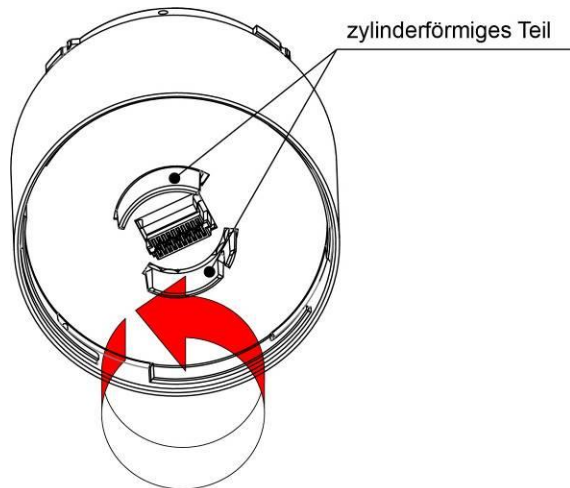

Abbildung 2
- ◇ Entfernen Sie die LED-Einheiten in der beschriebenen Reihenfolge von ① bis ④.
- ◇ Wenn eine LED-Einheit nicht ordnungsgemäß an das Produkt angebracht werden kann, überprüfen Sie, ob die Lasche des zylinderförmigen Teils an der Oberseite der LED-Einheit korrekt in der Nut sitzt. Befindet sich die Lasche außerhalb der Nut wie in Abbildung 1, informieren Sie sich in Abbildung 2, wie Sie die Einheit neu positionieren können. Zusätzlich kann die Lasche, je nachdem wie sie gelöst wird, aus der Nut rutschen (siehe Abbildung 1), wenn die LED-Einheit vom Produkt entfernt wird. Wenn das Produkt wieder angebracht wird, während sich die Lasche noch in diesem Zustand befindet, kann es zu Beschädigungen kommen.
- Drehen Sie das zylinderförmige Teil, das sich in der Mitte der Unterseite des Produkts befindet, gegen den Uhrzeigersinn. (Siehe ➡ Abbildung 2)